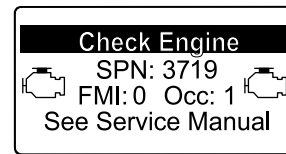

Figura 46
- Advertencia del motor SPN 3719, FMI 0 (Figura 46)